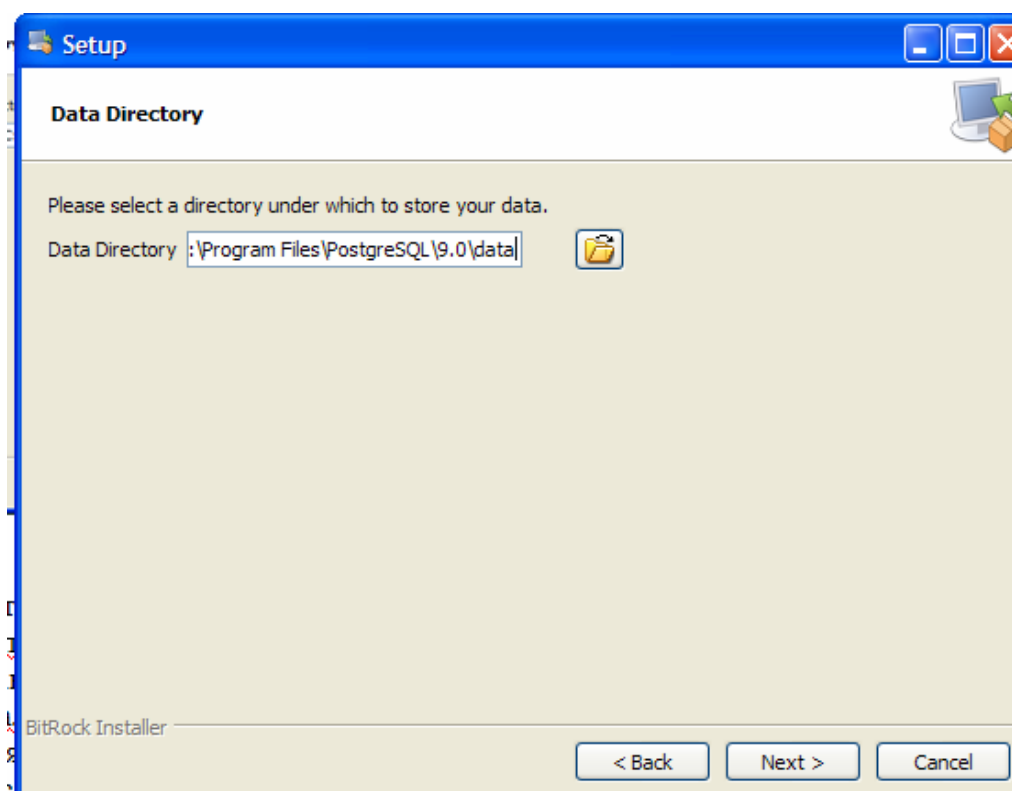

Рис. 14.2
3. В следующем окне (рис. 14.2) нажать «Next >».